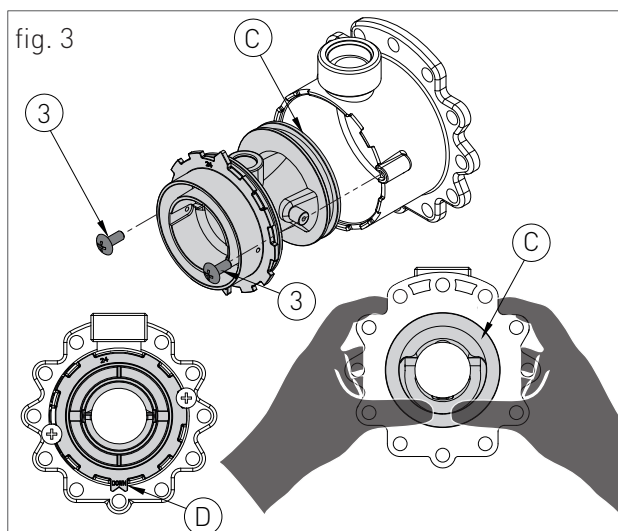

fig. 3
- › soltar los dos tornillos '3' (fig.3) y presionar sobre la parte posterior del cuerpo venturi 'C' (fig.3);
- › sustituir el venturi con el adecuado para el tipo de gas (para la unidad master '25 kW' el código del venturi es 30-00166 para gas metano y 30-00169 para GPL. Para la unidad esclava '50 kW' el código del venturi es 30-00225 para gas metano y 30-00226 para GPL) y asegurarse de que el diente 'D' (fig.3) esté hacia abajo en el cuerpo de aluminio (ver fig.3);